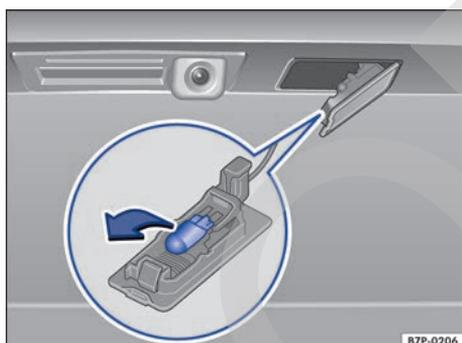

Fig. 230 En el portón del maletero: luz de matrícula.
4. Extraiga la lámpara averiada en el sentido de la flecha y sustitúyala por otra nueva del mismo tipo → fig. 230.